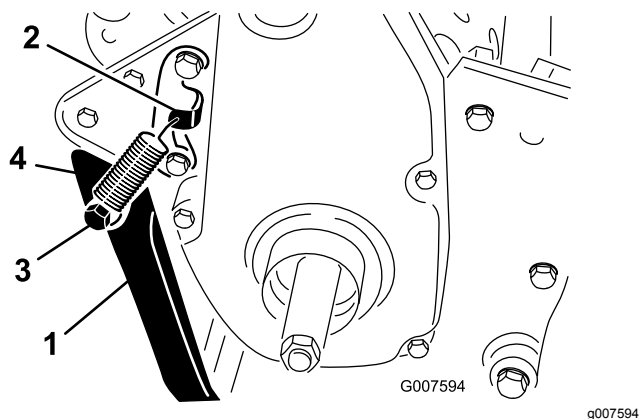

Figura 8
2. Agganciate la molla nel foro della staffa a molla e nel prigioniero a molla, allineando contemporaneamente il cavalletto con i fori di montaggio dell'intelaiatura posteriore (Figura 8).
- Montate il cavalletto su ogni lato del telaio utilizzando il bullone, la rondella di bloccaggio, il distanziale, la rondella piana e il dado di bloccaggio (Figura 8).